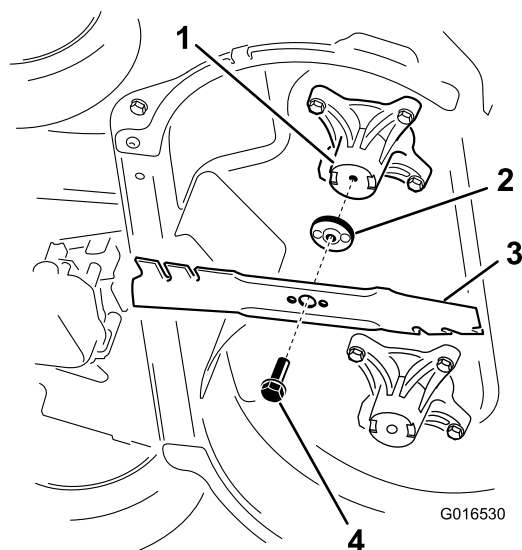

Figura 42
2. Rimuovete ogni lama come mostrato in Figura 42.
1. Montate la prima lama in posizione orizzontale, usando la bulloneria di montaggio come mostrato in (Figura 42).